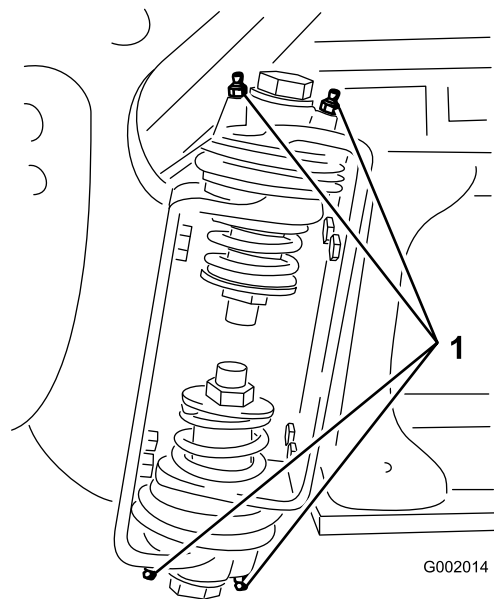

Figura 70
2. Bombear grasa en el cojinete o casquillo de cada punto de engrase (Figura 70).